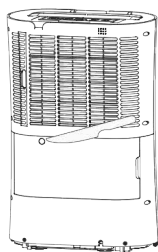

Рис. 4
3. Удалите заглушку отверстия для отводной трубы (10), расположенную на дверцах (8) (рис. 4). Для удобства подключения вы можете демонтировать резервуар для воды (9).